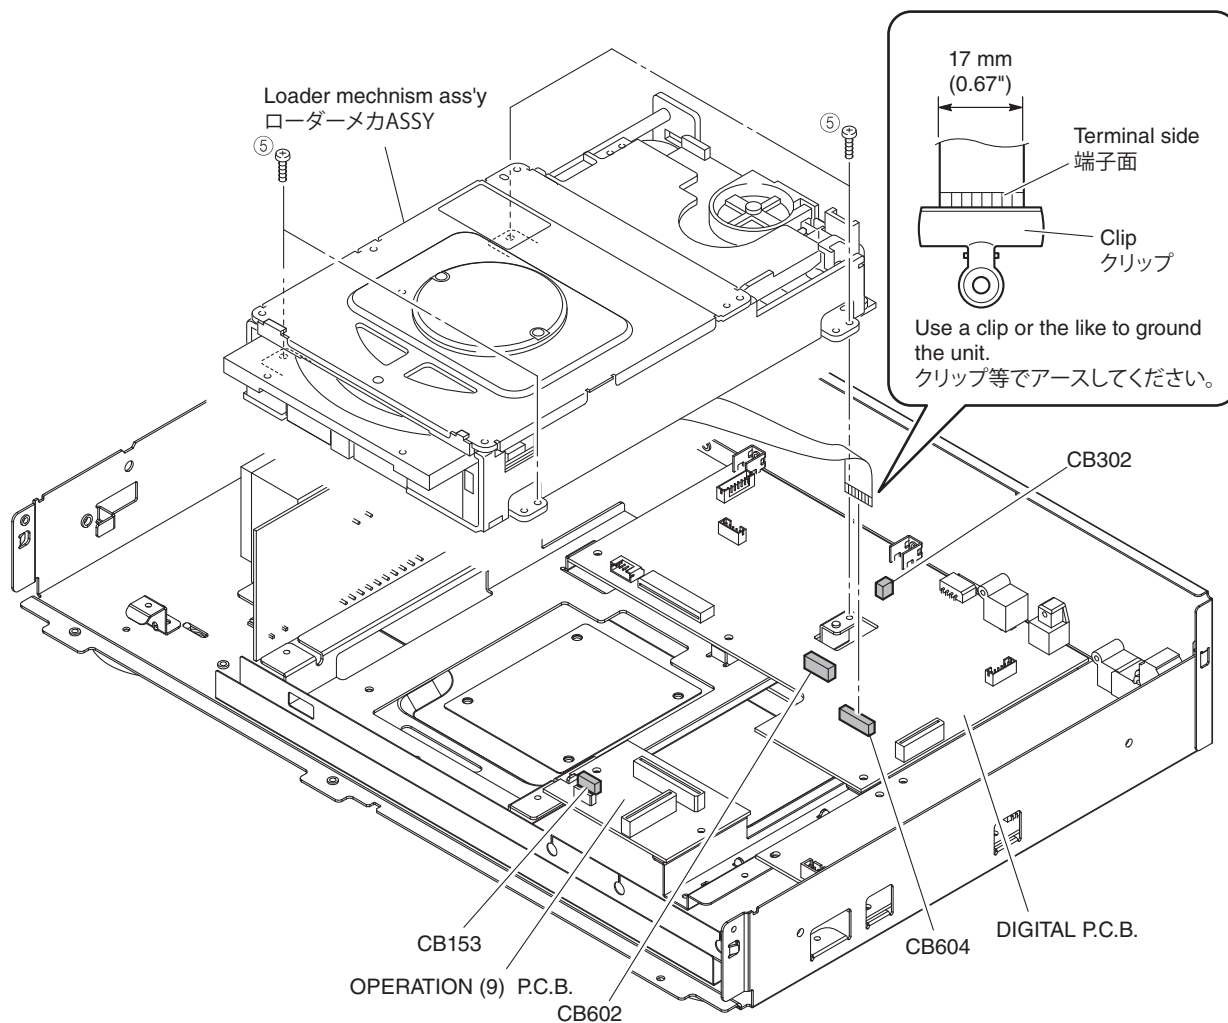

Fig. 4
- Remove 4 screws (⑤). (Fig. 4)
- Remove CB153, CB302 and CB602. (Fig. 4)
- Remove CB604 and ground the terminal face of the flexible flat cable with a clip or the like. (Fig. 4)
- Lift loader mechanism ass'y up slightly and move it backward to remove. (Fig. 4)
- (⑤)のネジ4本を外します。(Fig.4)
- CB153、CB302、CB602を外します。(Fig.4)
- CB604を外し、カード電線の端子面をクリップ等でアースします。(Fig.4)
- ローダーメカ ASSYを持ち上げて、後方へ取り外します。(Fig.4)